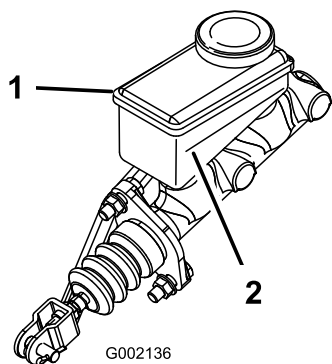

Рисунок 44
3. Посмотрите на боковую стенку резервуара. Уровень должен быть выше линии «Минимум» (Рисунок 44). Если уровень жидкости низкий, очистите область вокруг крышки, снимите крышку и заполните резервуар до надлежащего уровня выше линии «Минимум». Не допускайте переполнения.